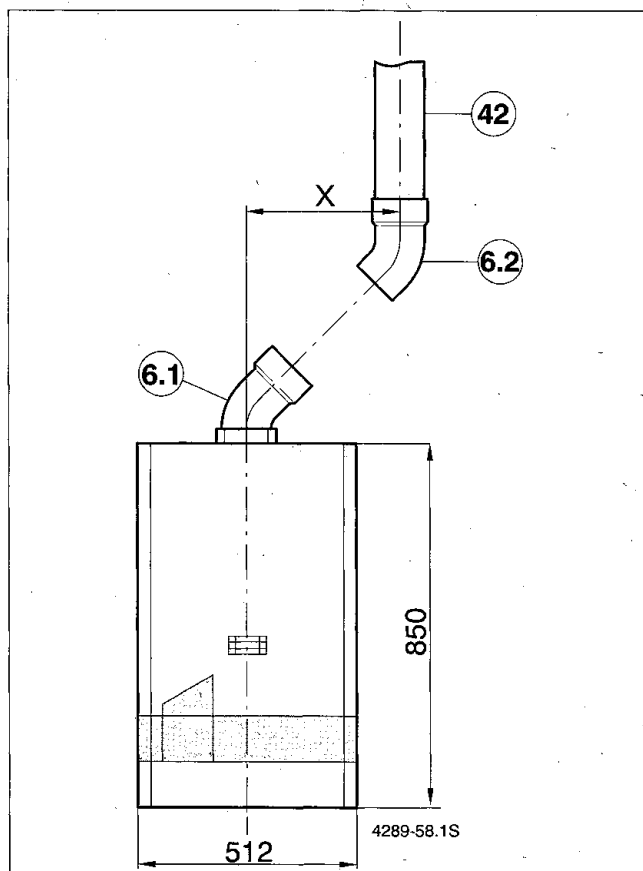

Bild 39
- Ermitteln Sie nun das Abstandsmaß „X“ (Bild 39).